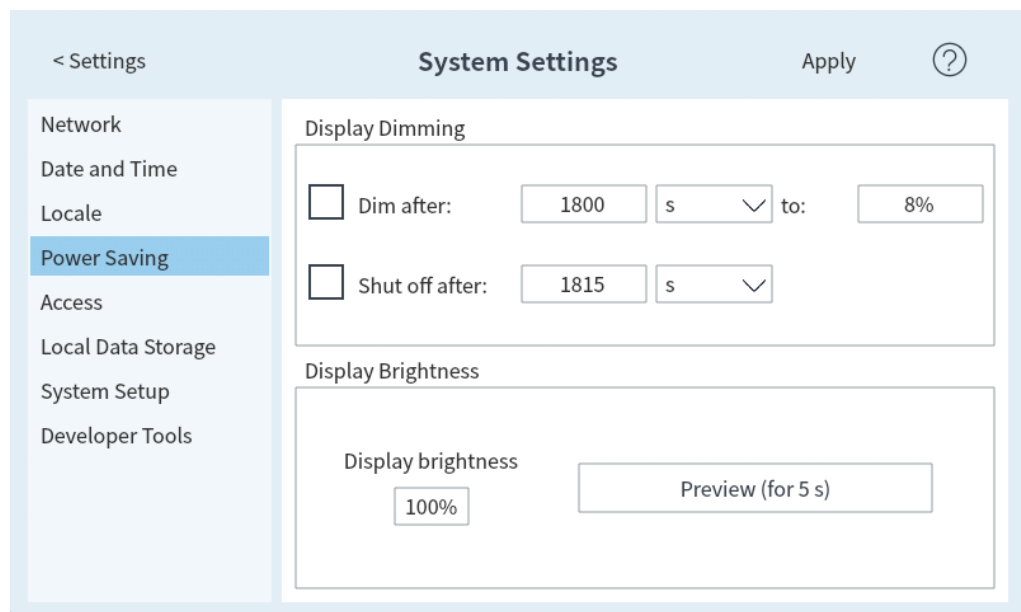

Figura 56. Página de ahorro de energía
1. En la página de ajustes del sistema (System Settings), seleccione **Ahorro de energía (Power Saving)**. Se abrirá la página de ahorro de energía. Consulte la Figura 56.